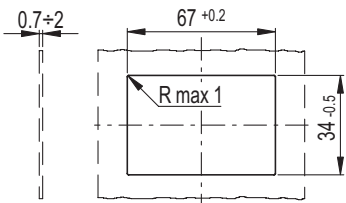

图 1
- 将下方壳体安装到外壳中, 然后按压直到整体卡入 (图1)。